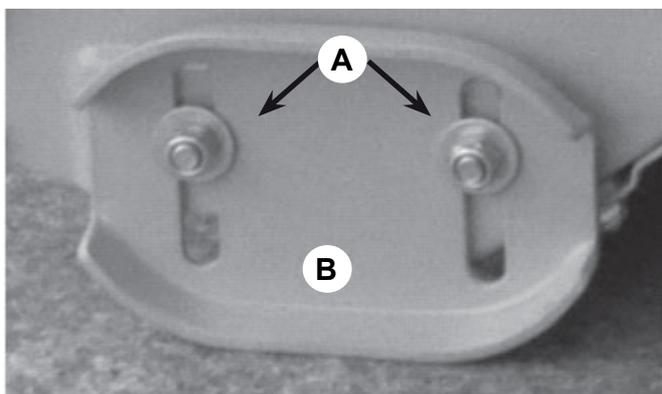

Рис.27 Регулировка высоты забора снега
2. Ослабьте гайки крепления ползков (А), Рис.27) и установите ползки (В) на необходимую высоту. Снова затяните гайки.